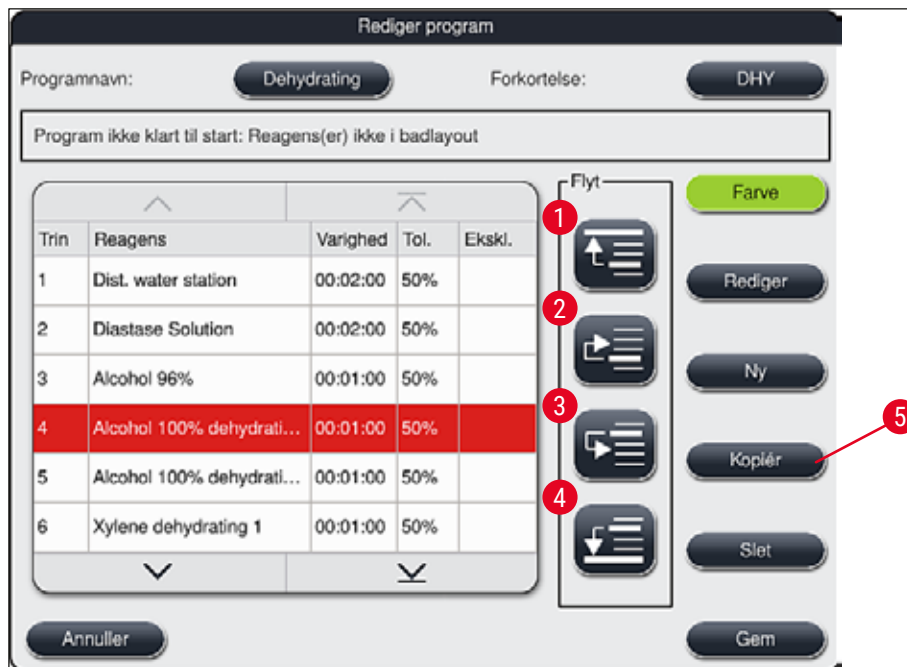

Fig. 49
- Vinduet **Rediger programtrin** (→ "Fig. 49") åbnes.
- Brug knappen **Gem** (→ "Fig. 49") for at acceptere ændringerne. Tryk på knappen **Annuller** for at kassere ændringerne.